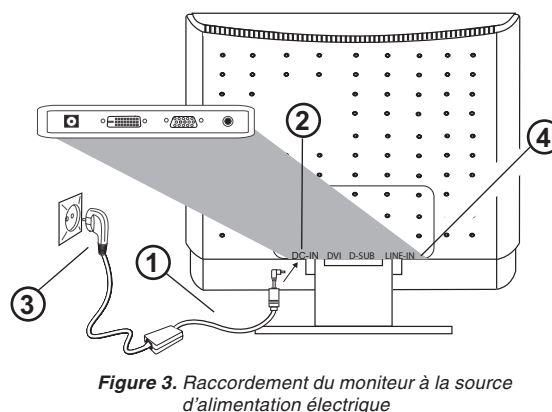

Figure 3. Raccordement du moniteur à la source d'alimentation électrique
Si votre ordinateur est équipé d'une sortie son, connectez une extrémité du câble son à l'entrée audio du moniteur (④ à la fig. 3) et l'autre extrémité au connecteur de sortie audio (« Line-Out ») de l'ordinateur.
1. Connectez le câble d'alimentation (① à la fig. 3) à la fiche du moniteur (② à la fig. 3).
2. Connectez une extrémité du câble d'alimentation électrique (③ à la fig. 3) à l'adaptateur secteur, et raccordez celui-ci à une prise électrique.